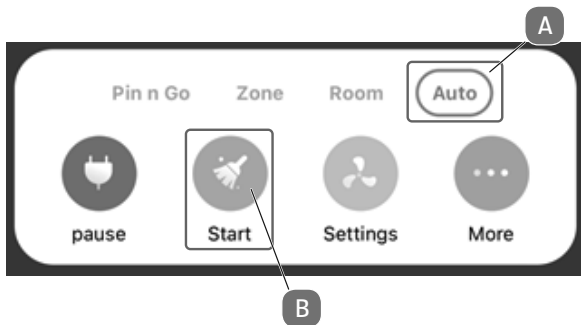

Abb. 14
- ▶ Um eine Karte Ihrer Räumlichkeiten anzulegen, muss der Roboter eine Erkundungsfahrt starten. Klicken Sie hierzu wie auf **Abb. 14** dargestellt im AUTO-MODUS (**A**) auf **START** (**B**).